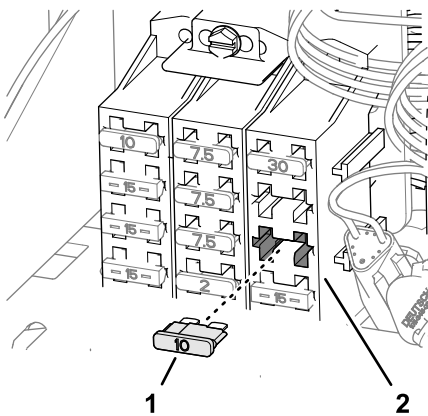

Figura 135
8. Introduzca el fusible (10 A) en el zócalo del bloque de fusibles (Figura 135) del circuito de alimentación de accesorios que utilizó en el paso 5.